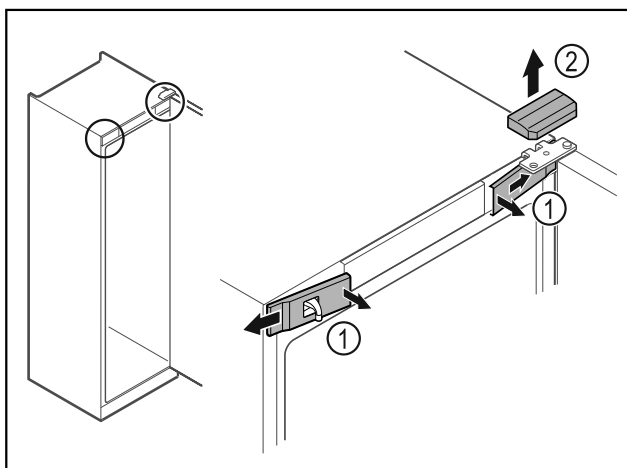

Fig. 15
- ▶ Voorste afdekking Fig. 15 (1) binnen ontgrendelen en naar de zijkant toe verwijderen.
- ▶ Bovenste afdekking Fig. 15 (2) naar boven toe verwijderen.